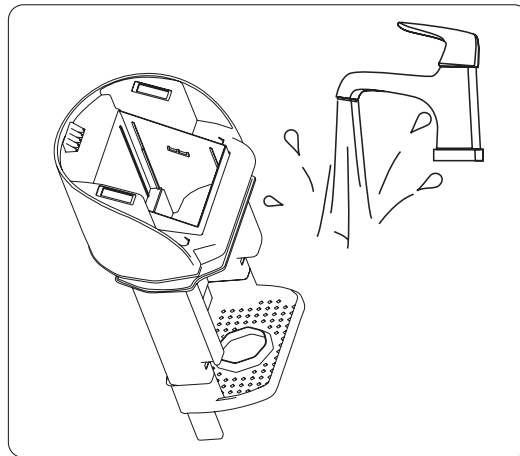

Abbildung 2
2. Entfernen Sie die obere Abdeckung des Schmutzwassertanks (Abb. 1) und spülen Sie sie mit sauberem Wasser (Abb. 2).